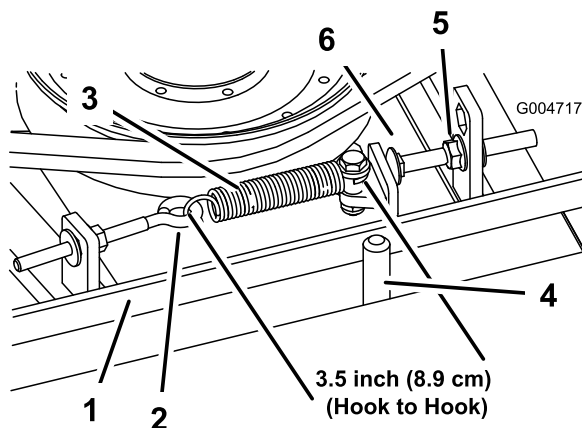

Figura 64
(bullone a testa tonda) fino ad ottenere un gioco di 3 mm + 1,5/-0 mm tra la testa del bullone ed il braccio di rinvio (Figura 64).
Nota: Verificate che la cinghia si trovi dal lato molla del guidacinghia (Figura 64).
2. Allentate il bullone ad occhio per consentire la rimozione della molla di prolunga (Figura 64).
3. Allentate il dado flangiato che fissa il bullone di arresto alla linguetta di montaggio. Allentate il dado quanto basta per consentire al braccio di rinvio di oltrepassare il bullone di arresto (Figura 64). Allontanate la puleggia tendicinghia dalla cinghia in modo da allentare la tensione della cinghia.
8. Ricollegate la molla di prolunga (Figura 64) al bullone ad occhio e tendete la cinghia come segue: